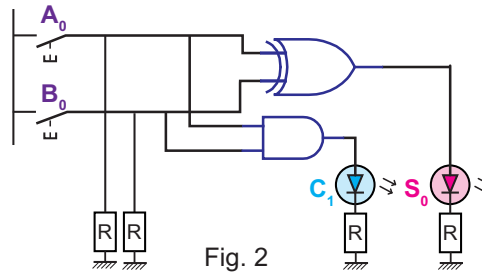

Fig. 2
- amener un grand carton vide (GC) du placard ;
- 1 Le logigramme (figure 2) illustre une fonction combinatoire.